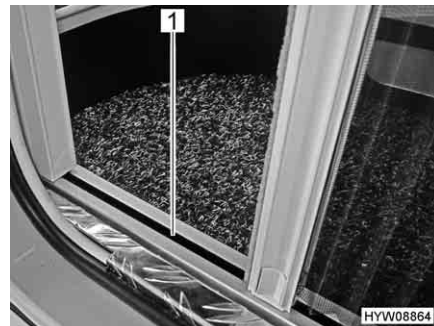

Fig. 60 Protezione contro gli insetti (guida inferiore)
- ▷ Durante l'apertura e la chiusura, afferrare la barra di presa con entrambe le mani. In questo modo è possibile limitare la possibilità che la protezione contro gli insetti si inceppi nelle guide (Fig. 60,1).